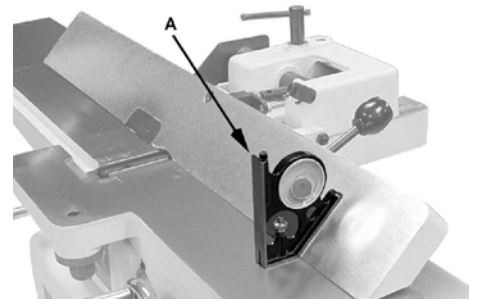

Рис. 27
1. Ослабьте фиксатор (A). Сдвиньте стопорную пластину (D) и расположите упор под углом 135° . Убедитесь, что упор находится напротив стопорного болта. (E).
2. Затяните фиксатор (A)
3. Поместите инструмент для измерения угла на стол и на упор, чтобы проверить правильность настройки угла 135° (A, рис. 27).
4. Чтобы отрегулировать положение, ослабьте стопорную гайку (F), поверните стопорный болт (E) до тех пор, пока угол не составит 135° .
5. Затяните стопорную гайку (F).